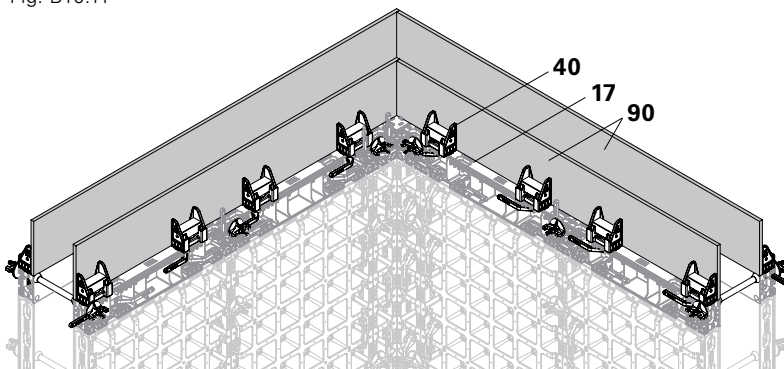

Fig. B10.12
Nella cassaforma interna e in quella esterna, montare l'attacco DES (40) il più vicino possibile all'angolo. (Fig. B10.12 + B10.12a)